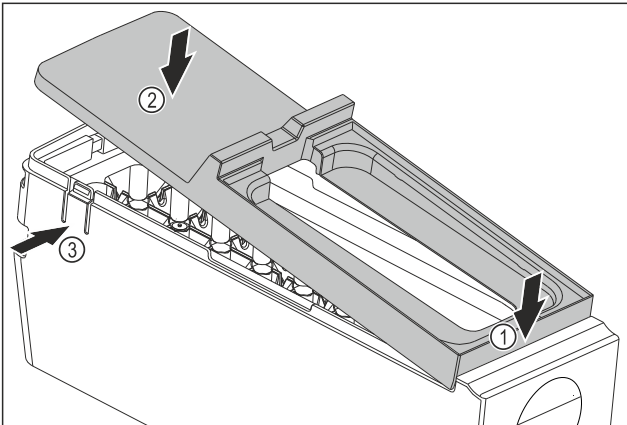

Fig. 85
- ▶ Встановіть кришку корпусу EasyTwist-Ice: Прикріпіть кришку спереду. Fig. 85 (1)
- ▶ Опустіть кришку ззаду. Fig. 85 (2)
- ▷ Кришка зі звуком фіксується в обох виступах Fig. 85 (3).